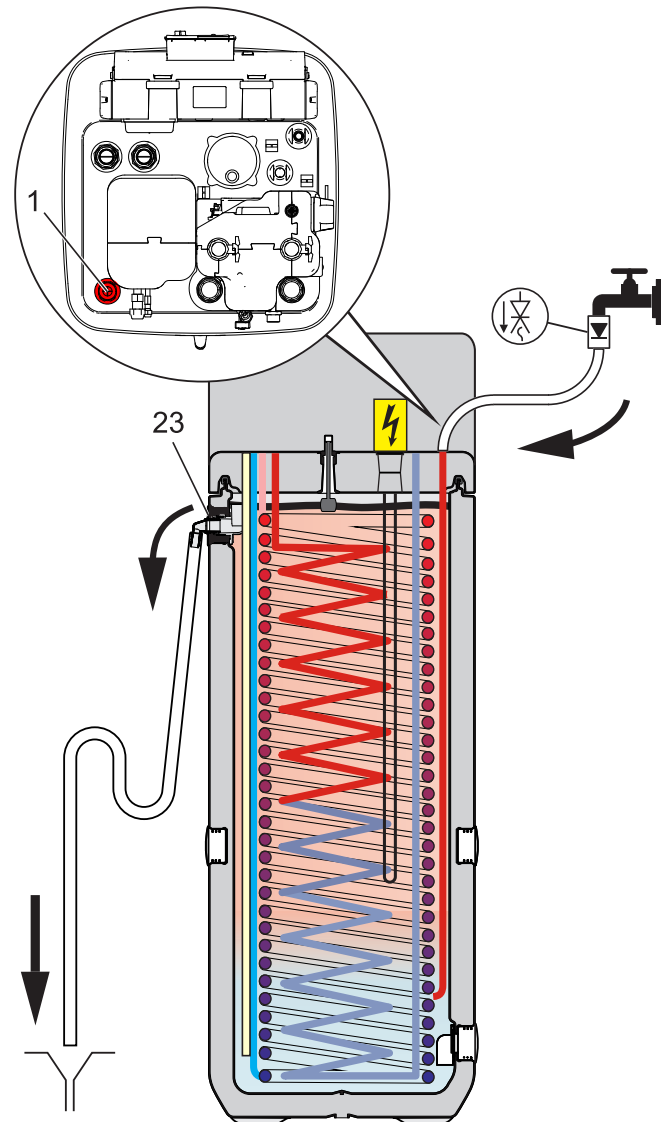

Bild 7-1 Befüllung Pufferspeicher - ohne angeschlossenes Drain-Back Solar-System
- Füllschlauch** mit Rückflussverhinderer (1/2") an den Anschluss "Solar - Vorlauf" (Bild 7-1, Pos. 1) anschließen.
- Speicherbehälter der HPSU compact **befüllen bis Wasser an dem Überlaufanschluss (Bild 7-1, Pos. 23) austritt.**